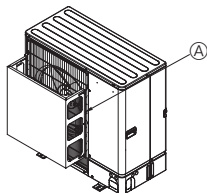

Fig. 2-4
- ② Installer en ekstra luftføring hvis enheten installeres på et sted der sterke vinder, slik som en tyfon osv. kan blåse direkte inn i luftslippet. (Fig. 2-4)